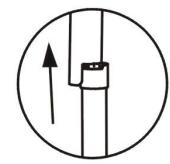
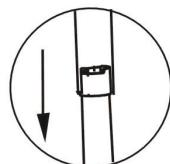

Figure a-1
Figure a-2
- 3) Uitklappen: til het loopdek iets omhoog zodat de verbindingsstang boven de cilinderbus uitsteekt (zie afbeelding a-1). Houd de verbindingsstang met uw voet in de juiste positie en druk het loopdek met de nodige kracht naar beneden (zie afbeelding a-2). Verwijder uw voet en blijf het loopdek naar beneden drukken. Door het gewicht van het loopdek schuift de verbindingsstang in de cilinderbus waardoor het loopdek weer horizontaal staat.